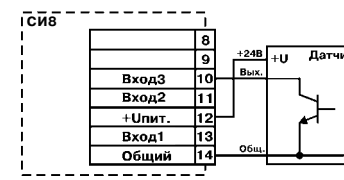

Рис. 3
- активные датчики, имеющие на выходе транзистор *n-p-n*-типа с открытым коллекторным выходом. Для питания таких датчиков на клеммник прибора выведено напряжение +24...+30 В (максимальный ток нагрузки 100 мА) (рис. 3);